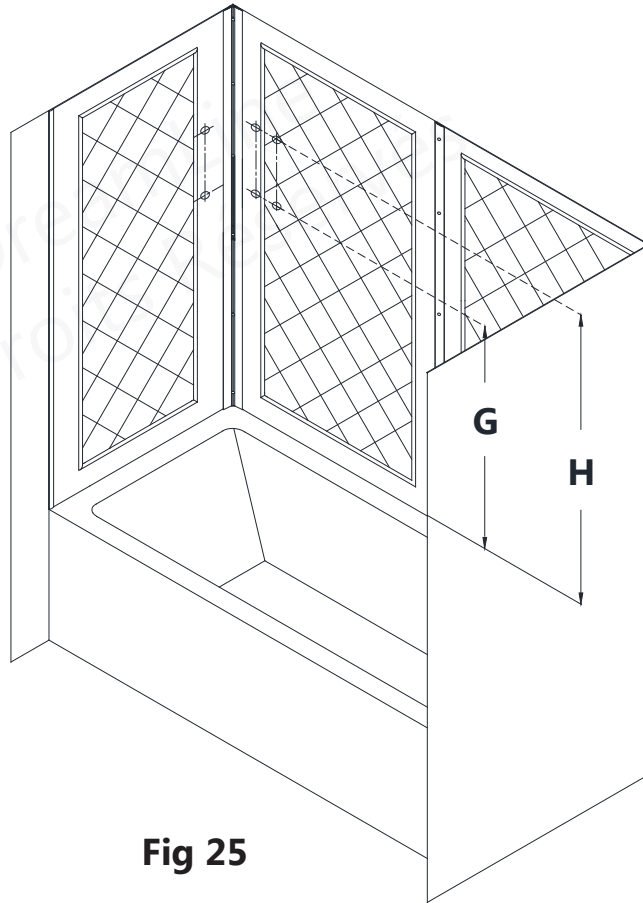

Fig 25
25. Déterminez la hauteur des **tablettes de verre (N° 09)** et marquez leurs positions sur le mur. (Fig 25)